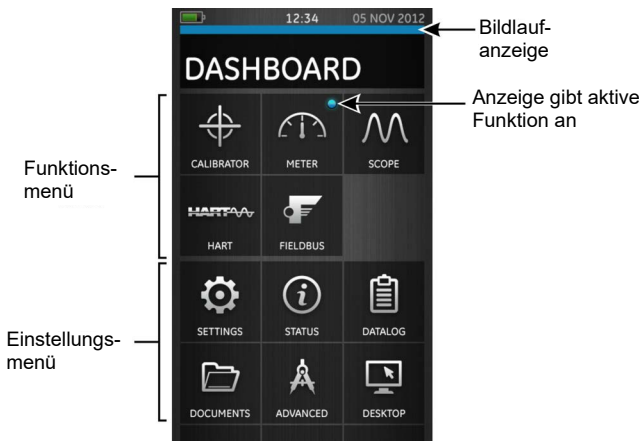

Abbildung 3: Dashboard - Touchscreen
8. Druck DPI 620 Genii, Betriebsarten (siehe Abbildung 3, Dashboard).